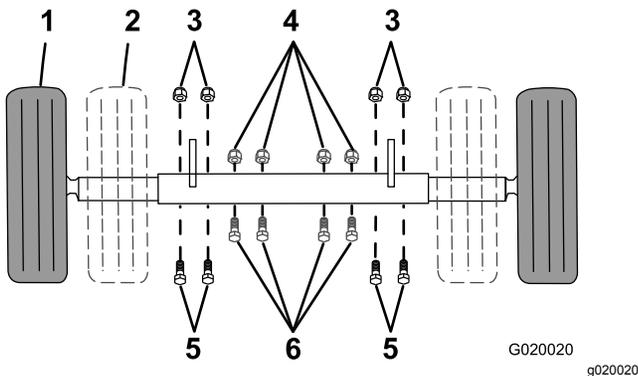

Figura 28
Si su modelo está equipado con un eje ajustable (Figura 28), puede ajustar el eje a la posición estrecha para pasar la máquina por un punto de acceso estrecho, como una cancela o la puerta de un edificio.
1. Punto de apoyo (2)
7. Retire los pernos y las tuercas que sujetan el eje interior al eje exterior (Figura 28).
- Deslice cada extremo del eje hacia dentro a la posición estrecha (Figura 28).
- Deslice cada extremo del eje hacia fuera a la posición extendida (remolcado) (Figura 28).
9. Sujete el eje con los pernos y las tuercas que retiró anteriormente (Figura 28) y apriételes a 87 N·m (64 pies-libra).